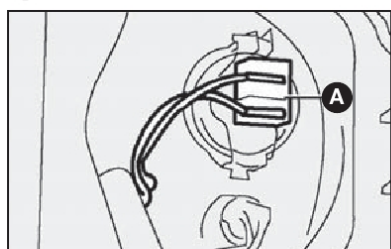

fig. 14
2) soltar o conector **A**-fig. 14 de alimentação da lâmpada.